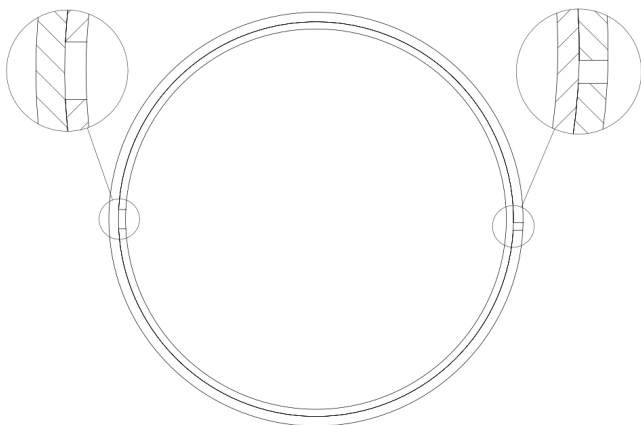

Figure 13 - Installation de la bague de piston
3. Assurez-vous que les entailles des bagues sont diamétralement opposées (à 180° l'une de l'autre) (voir la figure 13).